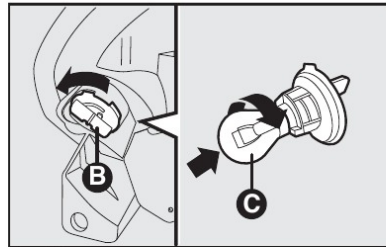

fig. 21
- Retirar o porta-lâmpada **B-fig. 21** de sua sede girando-o no sentido anti-horário;
- Extrair a lâmpada **C-fig. 21** empurrando-a ligeiramente e girando-a em sentido anti-horário (bloqueio a "baioneta") e substituí-la;
- Substituir a lâmpada **C-fig. 21**;
- Montar o porta-lâmpada **B-fig. 21** girando-o no sentido horário assegurando-se do correto bloqueio;